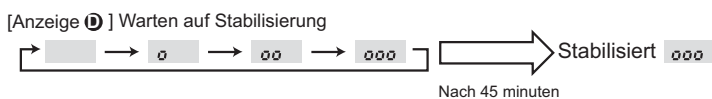

Fig. 9-3
- ③ Drücken Sie zur Bestätigung der Einstellung die **FILTER** (**←**)-Taste. (Fig. 9-3)